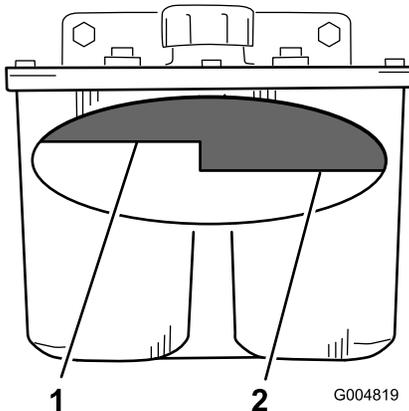

Figura 91
4. Limpie la zona alrededor del cuello de llenado del depósito de aceite hidráulico (Figura 91).
5. Retire el tapón del cuello de llenado y mire dentro para ver si hay fluido en el depósito (Figura 91).
Nota: El nivel de aceite debe llegar a la parte superior del nivel caliente del tabique cuando el aceite está caliente (Figura 91).